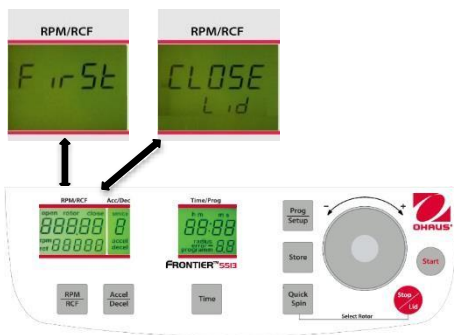

Figure. 20
Si les échantillons sont sensibles à la température, il est utile de pré-refroidir la centrifugeuse, le rotor et finalement les godets à la température requise de fonctionnement. Pour ce faire, insérer le rotor retenu et prédéfinir la température correspondante. En appuyant simultanément sur les touches "**Temp/Setup**" (13) (voir la figure 20) et "**Time**" (6), l'utilisateur démarrera une centrifugation. Pendant le fonctionnement, l'unité choisit automatiquement une vitesse de rotation équivalente à 20 % de celle autorisée du rotor inséré. Après avoir atteint la température prédéfinie, il est possible de quitter le pré-refroidissement avec la touche "**Stop**" (10). En fonction du rotor inséré, le pré-refroidissement dure environ de 10 à 20 minutes.
Pour adapter les données, appuyer sur la touche **"Store"** (2) (voir les figures 20 et 21) pendant 1 seconde environ. Si le programme est correctement mémorisé, le mot **"StorE"** apparaît sur l'affichage **"RPM/RCF"** (A-1). Ceci aura pour effet de faire disparaître le mot **"programm"** (M10).